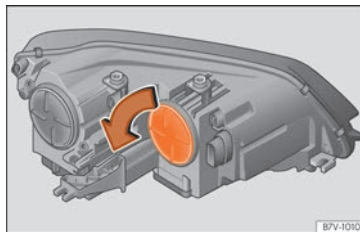

Fig. 64 En el vano motor: cubierta del intermitente.
① Intermitente
- Gire la cubierta » fig. 64 en el sentido de la flecha y extráigala.
- Gire la cubierta » **fig. 64** hasta el tope en sentido contrario al de la flecha.
② Luz para curvas
- Gire la cubierta » **fig. 64** en el sentido de la flecha y extraíga la.